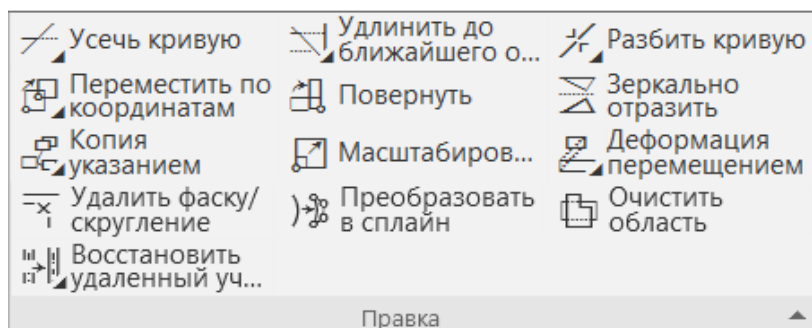

Рисунок 6 – Инструментальная панель «Правка»
**Панель инструментов «Правка».** При построении изображений зачастую возникает потребность что-то исправить или дополнить. Команды редактирования документов расположены в выпадающем списке меню «Правка» или на инструментальной панели «Правка» (рисунок 6). Пункт меню и инструментальная панель «Правка» являются контекстно зависимыми. При работе с документом «Чертеж» в них находятся команды редактирования его элементов.